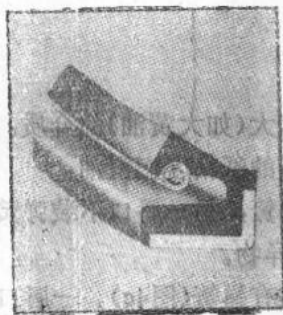
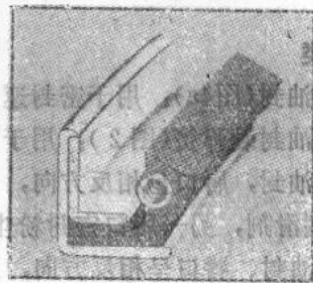

图2 单体型油封
图3 组装型油封
油封的种类一般分为单体型(图2)和组装型(图3)两种，单体型由橡胶和骨架一次压制成型，组装型油封是分别把各部分做好后，装入外骨架(经冲压或滚压加工后装配而成)。组装型油封的优点是骨架与唇口材料可以自由组合，一般用于特殊油封和试制油封。
2. 单唇口油封装弹簧(图2)：用于密封速度高的低粘度润滑油。